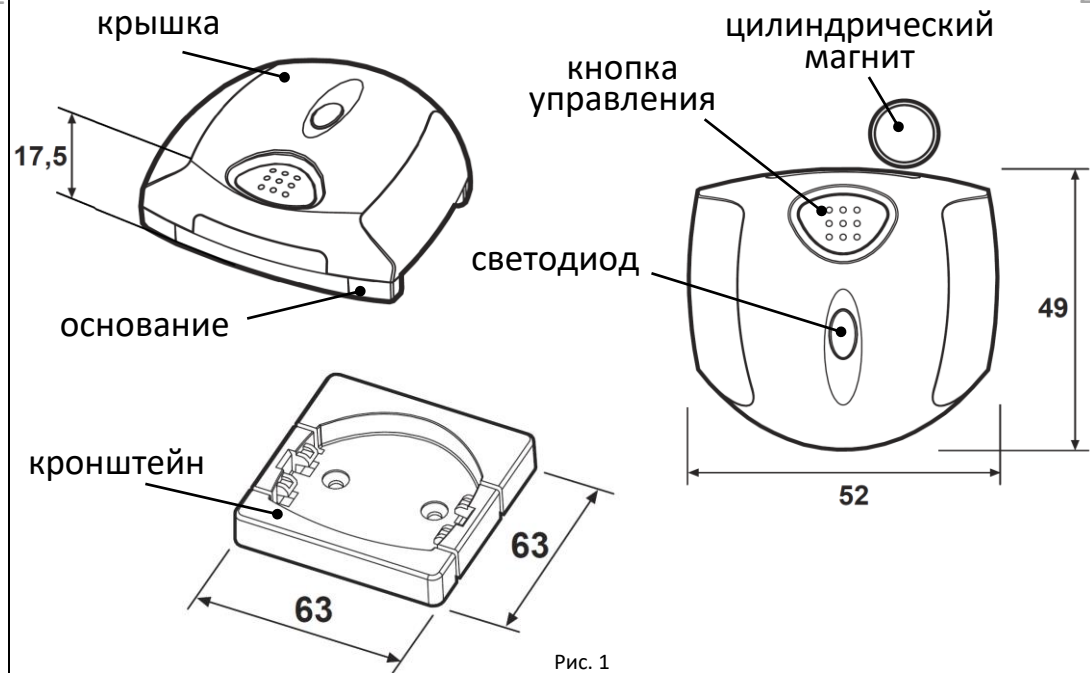
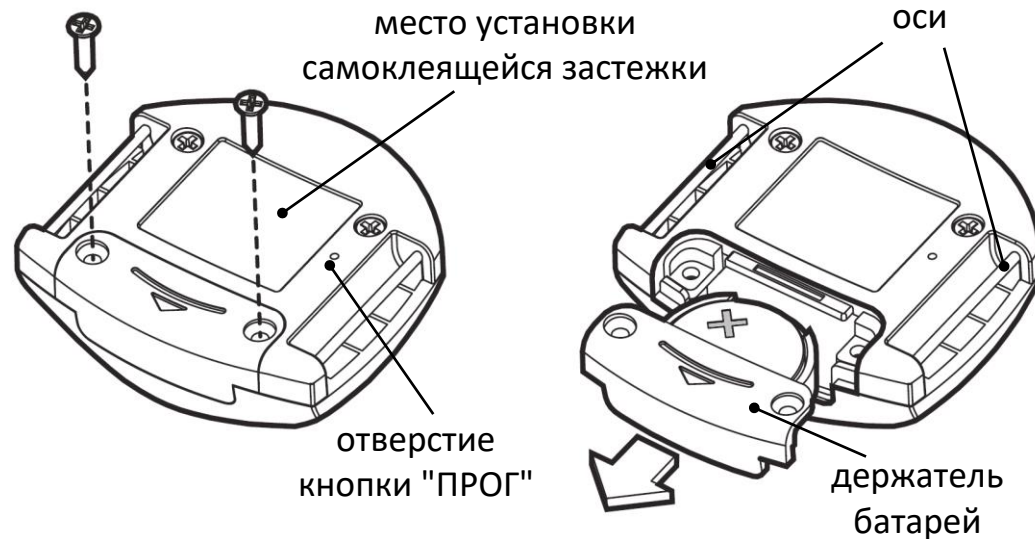

Рис. 1
Рис. 2
Извещатель конструктивно выполнен в виде одного блока (рис.1). На лицевой поверхности корпуса находится двухцветный светодиодный индикатор и кнопка управления. На нижней поверхности корпуса находится отверстие под кнопку программирования ("ПРОГ"). Оси (рис.2) предназначены для крепления ремня или для крепления в кронштейн.
Для смены батарей необходимо отвернуть винты держателя батарей и потянуть его в сторону от извещателя. Батареи устанавливаются в держатель положительным полюсами вверх, так чтобы были видны символ "+". Цилиндрический магнит устанавливается около кнопки управления как показано на рис.1 в месте расположения магниточувствительного элемента.
Нажать правой кнопкой мыши на извещатель в списке дочернего оборудования в ПО, выбрать пункт "Программирование" → "Инициализировать" и тонким предметом (например, скрепкой) нажать кнопку "ПРОГ" через отверстие на нижней поверхности корпуса извещателя (рис.2).
- при помощи двухсторонней самоклеящейся застёжки, приклеиваемой к основанию извещателя (рис.2).
Для перехода извещателя в режим "Не нарушен" необходимо однократно нажать кнопку управления – извещатель будет отображать отсутствие магнита частыми вспышками индикатора красным цветом. После поднесения магнита (как показано на рис. 1), индикатор погаснет и через несколько секунд извещатель перейдет в состояние "Не нарушен".